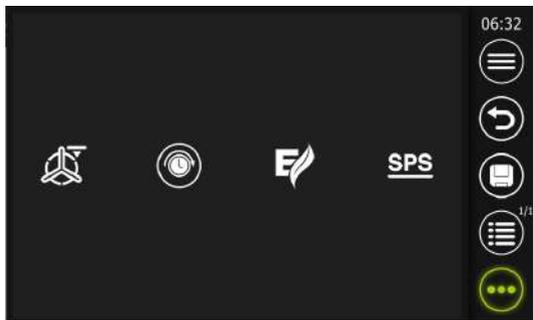

Abb. 18: Bildschirm *Manuelles Kochen* - Auswahl Zusatzfunktionen
- Der Anwender kann nur die aktuelle Programm-Nummer (z. B. 15) überschreiben, wenn er das Speichern fortsetzen möchte (Abb. 18).